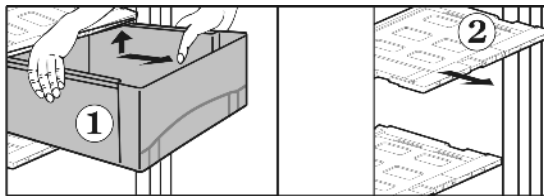

Fig. 5
- ▶ Sortir les tiroirs Fig. 5 (1) jusqu'à la butée.
- ▶ Une fois les tiroirs sortis, faire cliqueter le couvercle de tiroir Fig. 5 (2) avec régulateur d'humidité vers le haut et les enlever par devant.